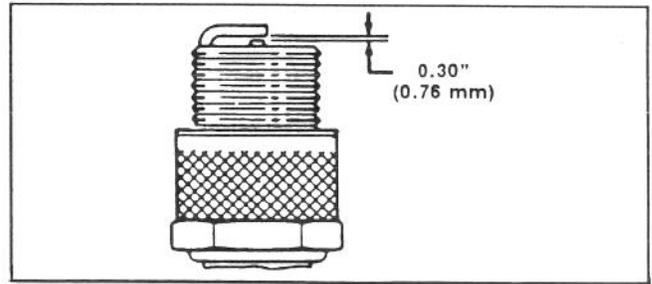

Figure 39
3. Régler l'écartement entre les électrodes de la nouvelle bougie d'allumage à 0,76 mm (Fig. 39). Puis, posez la bougie sur la culasse. Serrez la bougie à 20,4 N.m.